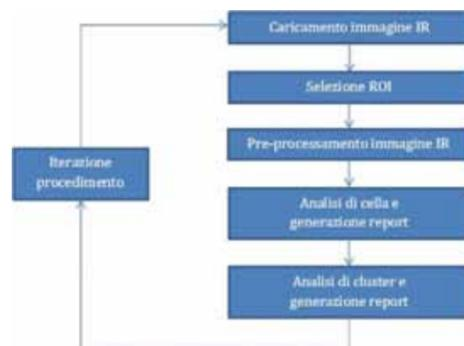

Figura 1 – Workflow
Un'analisi delle immagini termiche di moduli fotovoltaici deve prevedere alcuni passaggi fondamentali per garantire la correttezza della diagnosi finale. I principali step, descritti nel seguito, sono riassunti in figura 1. L'analisi inizia con il caricare l'immagine all'Infra-Rosso (IR). Poiché l'intera diagnosi è basata su tale immagine, è fondamentale che essa sia stata acquisita con i dovuti accorgimenti, da parte di una persona esperta di termografia, che abbia calibrato correttamente le impostazioni della termo-camera, evitando gli effetti secondari e non voluti di un'acquisizione termica. >>>